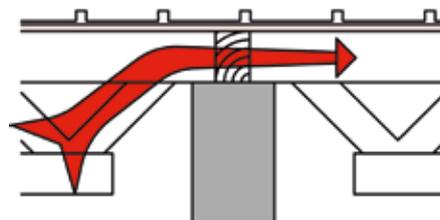

Abbildung 5: Brandwand, § 30 (7) [2]
§30 (7) 1 Bauteile mit brennbaren Baustoffen dürfen über Brandwände nicht hinweggeführt werden. ... (s. Abb. 5)